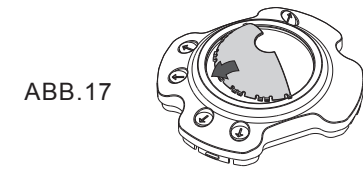

ABB.17
- 4.3.3 Einstellung der Schutzlinse: Rund um die Linse befindet sich ein Schlitz, in den die Schutzlinse einzuführen ist (siehe ABB.17).